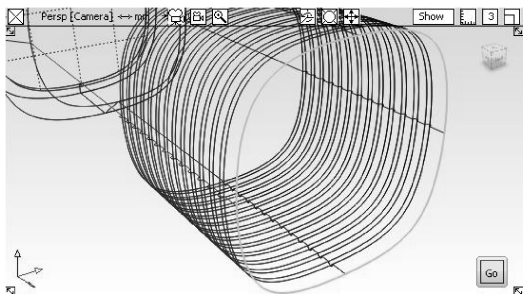

图 3-92 封闭手电筒后端
- 45 在未选择任何对象的状态下，继续使用【Set planar】工具 ，选取手电筒末端的两条曲线，构成封闭曲面，如图 3-92 所示。